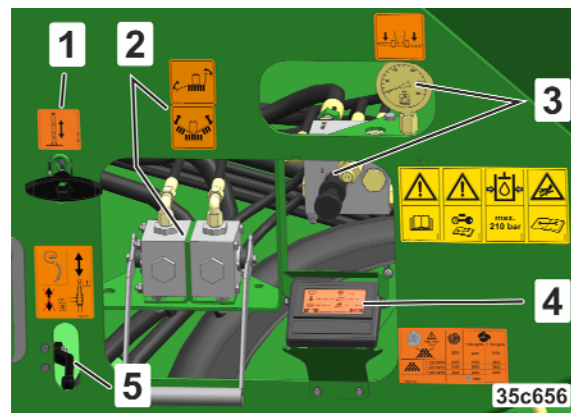

Fig. 40
- Seilzug der Abstellstütze (Fig. 40/1)
- Bedienelemente der Maschinenklappung (Fig. 40/2)
- Bedienelemente der Auslegerdruck-Einstellung (Fig. 40/3)
- In Verbindung mit ISOBUS das TwinTerminal (Fig. 40/4)
- Bedienelemente der Spurlockerer-Klappung (Fig. 40/5)